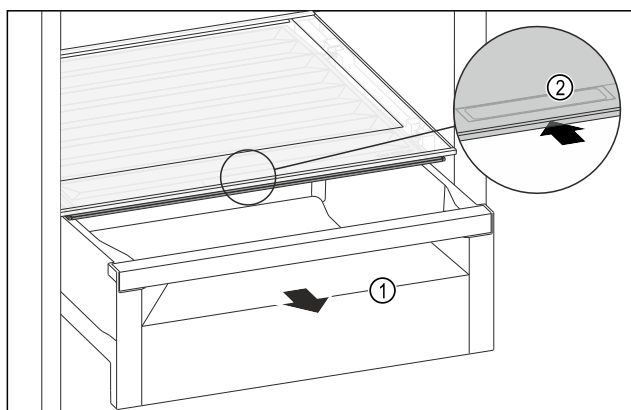

Fig. 219
- ▶ 拉出抽屉 Fig. 219 (1)。
- ▶ 抓住抽屉盖上的内嵌式拉手 Fig. 219 (2)，并同时向后推入抽屉盖。